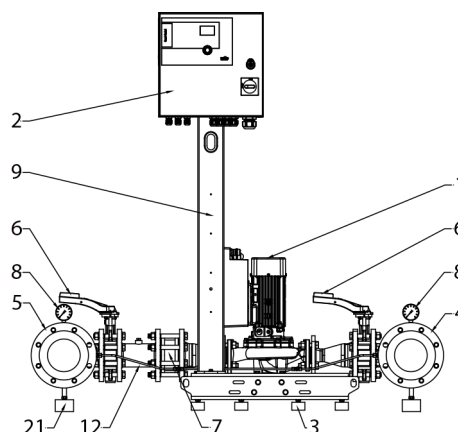
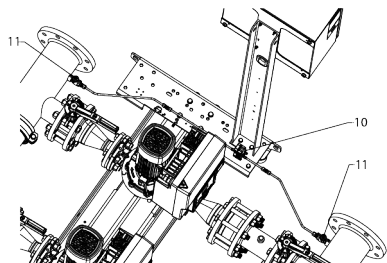

Fig. 1: Composants de l'installation
Fig. 2: Capteurs de pression différentielle et vannes d'arrêt
L'installation compacte est montée sur un châssis en acier avec des amortisseurs de vibration (Fig. 1, pos. 3). Elle se compose d'un groupe de 3 ou 4 pompes en ligne avec électronique (Fig. 1, pos. 1), combinées à l'aide d'une tuyauterie du distributeur d'alimentation (Fig. 1, pos. 4) et d'une tuyauterie du distributeur de refoulement (Fig. 1, pos. 5).
Une vanne d'arrêt (Fig. 1, pos. 6) se trouve sur le côté aspiration et le côté refoulement de chaque pompe et un clapet anti-retour (Fig. 1, pos. 7) sur le côté refoulement de la pompe.
Un mamelon à bride (Fig. 1, pos. 12) est un raccord entre la vanne d'arrêt et le clapet anti-retour.
Un groupe composé d'un capteur de pression différentielle (Fig. 2, pos. 10), de 2 manomètres (Fig. 1, pos. 8) et de 2 vannes d'arrêt (Fig. 2, pos. 11) est installé entre les distributeurs et sur les supports du coffret de commande.
Lorsque les pompes sont en service, la vanne d'arrêt (Fig. 2, pos. 11) doit être ouverte.
Pompes en ligne (Fig. 1, pos. 1)
Coffret de commande (Fig. 1, pos. 2)
Le coffret de commande de la gamme SC sert à activer et à réguler l'installation SiFlux-YG2.0. Le coffret de commande est fixé sur le châssis à l'aide d'un support (Fig. 1, pos. 9). Les composants électriques du système sont branchés sur le coffret de commande.
Distributeur d'alimentation (Fig. 1, pos. 4) et de refoulement (Fig. 1, pos. 5)
6. Positionner et régler les pieds de support (Fig. 1, pos. 21).
Ne jamais retirer les sangles de transport du distributeur avant d'avoir positionné et réglé les pieds de support (Fig. 1, Fig. 21). C'est la seule façon de garantir une horizontalité parfaite.